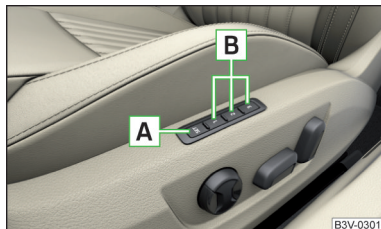

Fig. 71
Debajo de las teclas de memoria **B** en el asiento del conductor se puede guardar un ajuste de la posición del retrovisor externo y del asiento del conductor » fig. 71.
- Pulse la tecla SET **A** » fig. 71 y luego presionar dentro de 10 segundos la tecla de memoria **B** deseada. El almacenamiento es confirmado con una señal acústica.
- Conectar el encendido y pulsar la tecla de memoria deseada **B** » fig. 71.